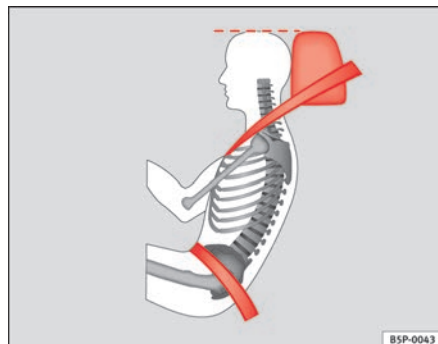

Fig. 13 Cintura di sicurezza e poggiatesta (visti di lato) posizionati correttamente
- Il tratto addominale del nastro deve passare sul bacino e non sull'addome. La cintura di sicurezza deve essere piatta e aderire bene al bacino ⇒ **fig. 13**. Se necessario si deve tendere un po' la cintura tirandola con la mano.